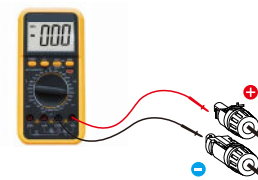
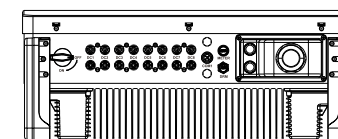

Figure 5.16 Mesure du multimètre
Figure 5.17 Connectez les connecteurs CC à l'onduleur
5. Mesurez la tension PV de l'entrée CC avec un multimètre, vérifiez la polarité du câble d'entrée CC (voir la figure 5.16) et assurez-vous que chaque chaîne de tension PV se trouve dans la plage de fonctionnement de l'onduleur. Connectez le connecteur CC à l'onduleur jusqu'à ce qu'un léger clic indique que la connexion est réussie (voir la figure 5.17)